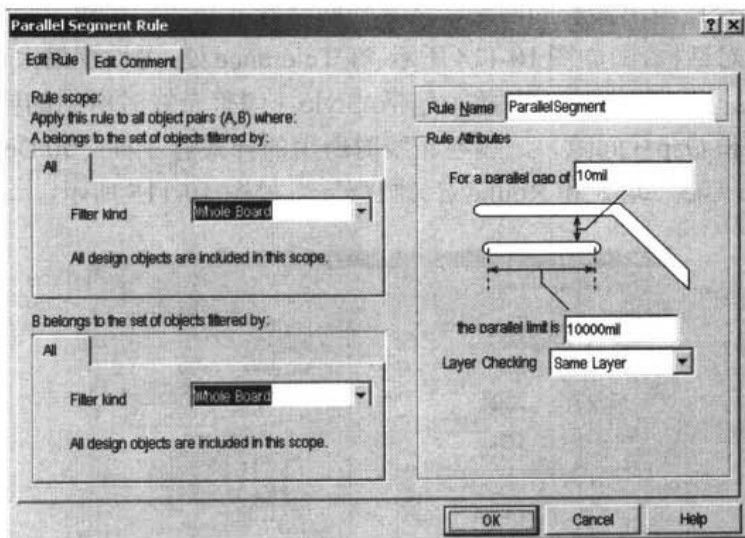

图 10-117 Parallel Segment Rule (平行走线参数) 设置对话框
- **Parallel Segment Constraint:** 平行走线参数。该规则用于设置两条平行线的间距值和走线平行长度阈值。其设置对话框如图 10-117 所示。